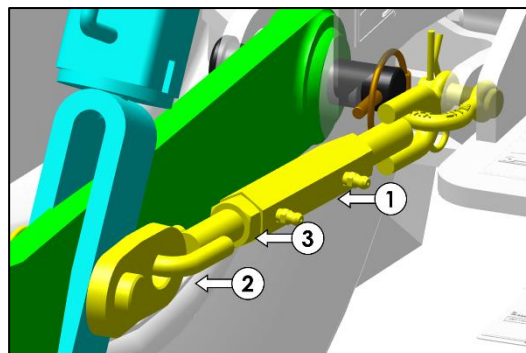

Fig. 123 - STABILISATEURS
1. Une fois installés, les stabilisateurs n'ont plus besoin d'être démontés du tracteur. Pour garantir la simplicité et l'efficacité du fonctionnement, les recommandations suivantes doivent néanmoins être respectées (fig. 123). Pour faciliter le réglage, les parties filetées des stabilisateurs doivent être généreusement graissées.